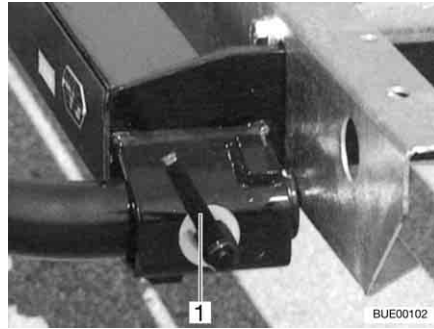

Bild 5 Schnellverschluss
- Träger links und rechts in die Aufnahmen am Rahmen stecken und mit je einem Schnellverschluss (Bild 5,1) sichern.
- Schnellverschluss (Bild 5,1) lösen und Träger aus den Aufnahmen am Rahmen herausziehen.